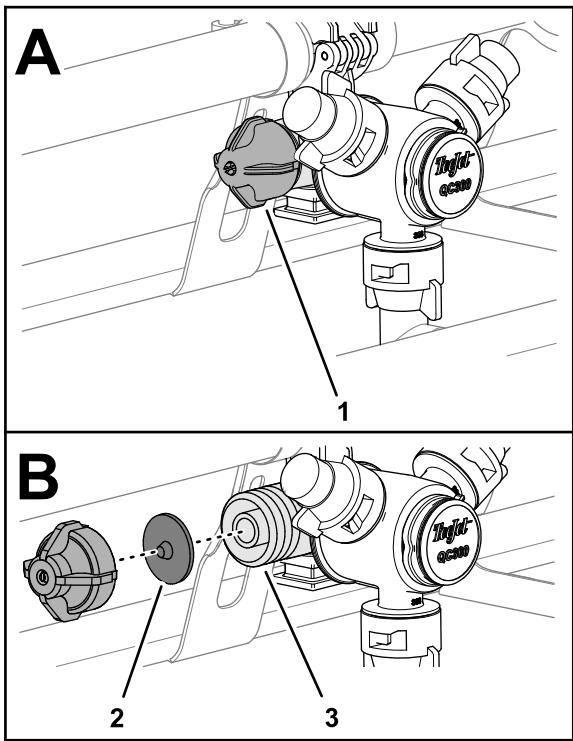

Рисунок 32
- Поверните крышку мембранны против часовой стрелки и снимите крышку с корпуса сопла (Рисунок 32).
2. Снимите мембрану обратного клапана с крышки или корпуса сопла (Рисунок 32).
3. Промойте крышку, мембрану и корпус сопла чистой водой (Рисунок 32).
4. Установите мембрану в крышку так, чтобы выступ мембранны был направлен в сторону крышки (Рисунок 32).
5. Подсоедините крышку и мембрану к корпусу сопла и затяните от руки (Рисунок 32).